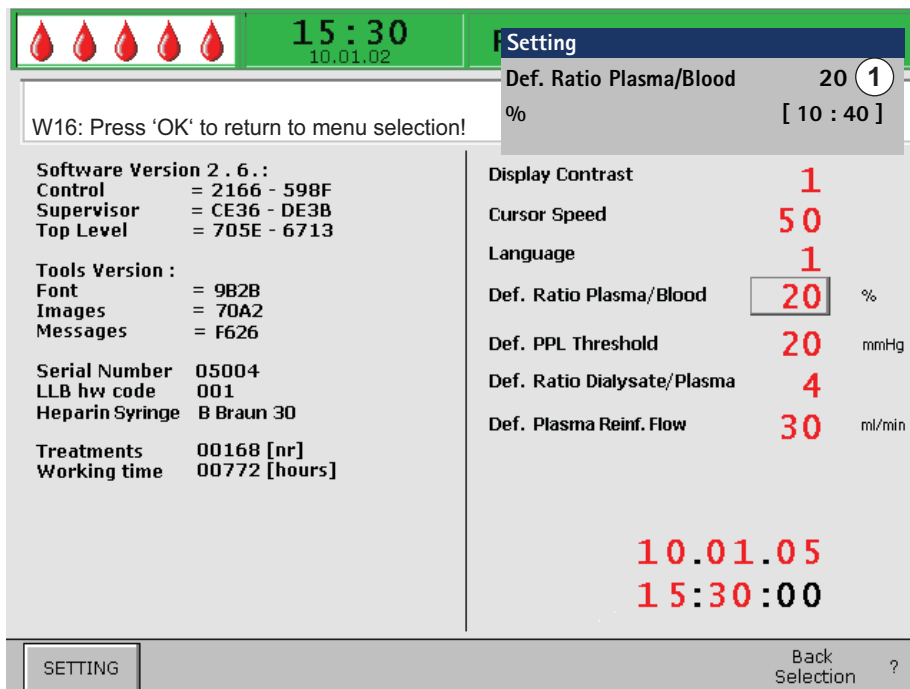

Рис. 3-7 Экран *Setting* (Настройки) – выбор параметра, имеющего отношение к безопасности
Если параметр имеет отношение к безопасности пациента, текущее установленное значение показывается в окне *Setting* (Настройка) над диапазоном настроек (Рис. 3-7 , ①). Кроме того, светодиоды над кнопкой *OK* мигают.